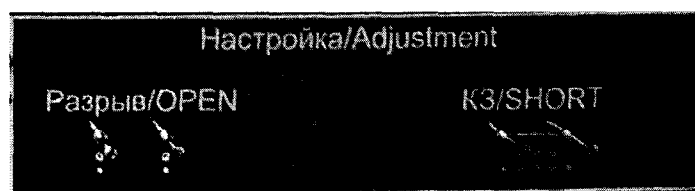

Рисунок 6 – Сегмент калибровки измерителя иммитанса
Калибровка холостого хода (Open-калибровка) проводится в специально отведенном на поверочной плате PL2 сегменте «Настройка/Adjustment» - «Разрыв/OPEN» (рисунок 6).
Калибровка короткого замыкания (Short-калибровка) проводится в специально отведенном на поверочной плате PL2 сегменте «Настройка/Adjustment» - «КЗ/SHORT» (рисунок 6).
- выполнить измерение номинала 1 пФ и записать полученное значение (Аэj) в столбец «Контр.» в окне программы «Pilot PCT», с точностью до 4 знака (рисунок 6);
- выполнить измерение номинала 1 мкГн и записать полученное значение (Аэj) в столбец «Контр.» в окне программы «Pilot PCT», с точностью до 4 знака (рисунок 6);
- используя универсальный цифровой вольтметр, подключить измерительные кабели к тестовым выводам платы «0V - IV» и выполнить измерение номинала 1 В поверочной платы. Записать полученное значение (Аэј) в столбец «Контр.» в окне программы «Pilot PCT», с точностью до 4 знака (рисунок 6);